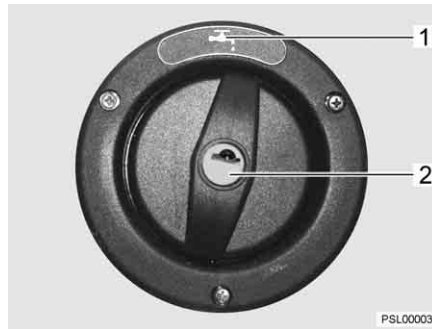

Bild 68 Lock för påfyllningsöppningen för dricksvatten
- ▷ Påfyllningsöppningen för dricksvatten är märkt med symbolen  (Bild 68,1).
- Stick in nyckeln i låscylindern (Bild 68,2) och vrid moturs.